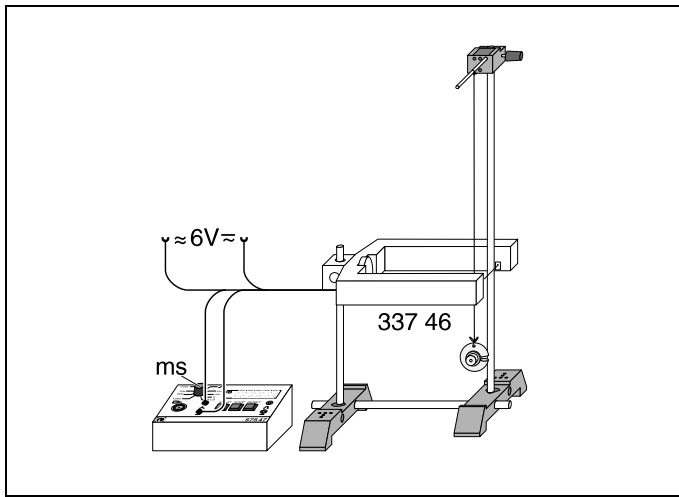

Fig. 4.1
3.4 Mesure du temps (voir fig. 4.1 à 4.3)
exemples: fig. 4.1, 4.2 (1 ^{ère} partie de l'expérience), 4.3
3.4 Medición del tiempo (ver Figs. 4.1 - 4.3)
ejemplos: fig. 4.1, 4.2 (primera parte del ensayo), 4.3